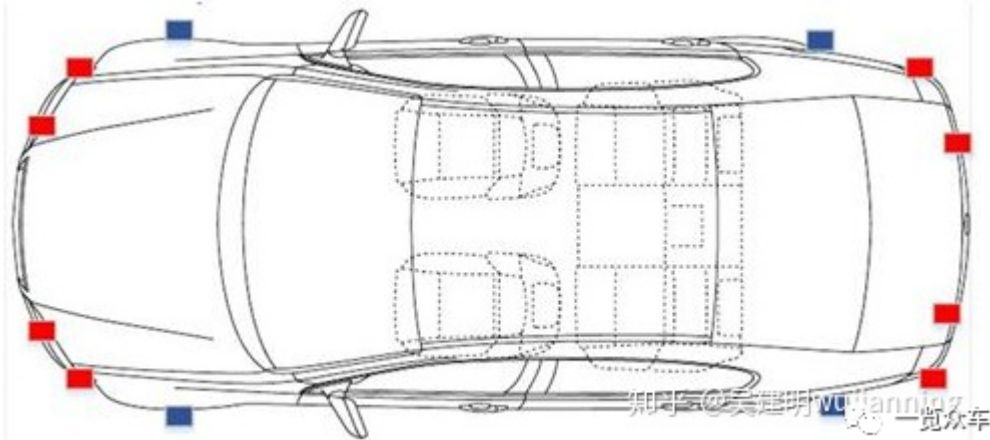

图2：8个超声波雷达：泊车过程中检测车身周边的障碍物，避免剐蹭；4个超声波雷达：泊车开始前进行车位的探测及在泊车过程中提供侧向障碍物信息
(1) 环境感知：如图2所示，为一种典型的超声波自动泊车系统的环境感知方案，由12个超声波雷达组成。